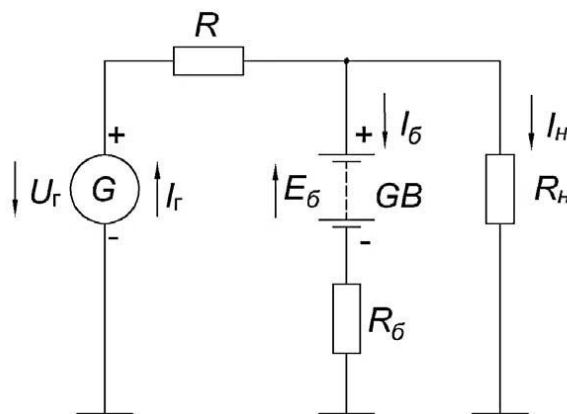

Рис. 2.1. Принципиальная электрическая схема системы электроснабжения
2.1. Выразить токи I_r , I_b , I_n в системе электроснабжения (рис. 2.1) через ее параметры.
2.2. При каком сопротивлении нагрузки R_n (рис. 2.1) ток аккумуля-
2.3. Для схемы электроснабжения, приведенной на рис. 2.1, получить выражения для максимального зарядного тока аккумуляторной батареи.